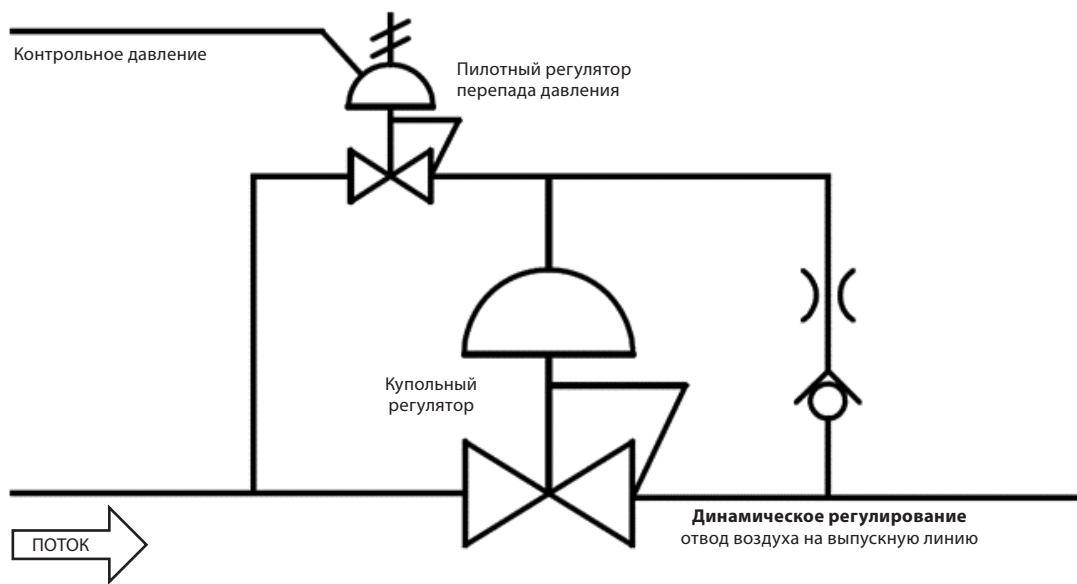

Рис. 4
- **Управление пилотным регулятором перепада давления.** В этом варианте к интегральному пилотному регулятору можно подключить линию контрольного давления (Рис. 4). Затем пилотный регулятор можно скорректировать на установку смещенного давления. Таким образом, давление главного регулятора настраивается на выходное давление, равное сумме контрольного и смещенного давлений.